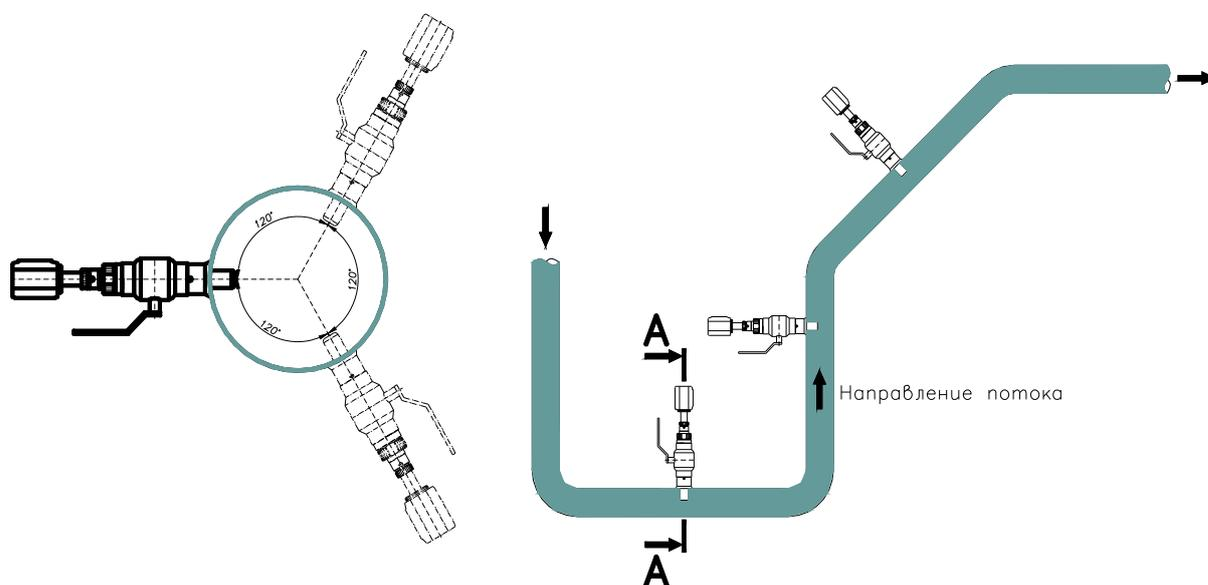

Рисунок 5 — Рекомендованные места установки преобразователей скорости ПС
2.2.2.7 Установка преобразователей расхода ПРБ-1, а также ПРЭ и ПО должна осуществляться в местах, где всё поперечное сечение трубопровода с наибольшей вероятностью будет заполнено измеряемой средой. Это участки трубопровода, расположенные вертикально с подачей жидкости вверх, наклонные участки с восходящим движением жидкости и горизонтальные участки, если после них следуют восходящие участки (рисунок 5).